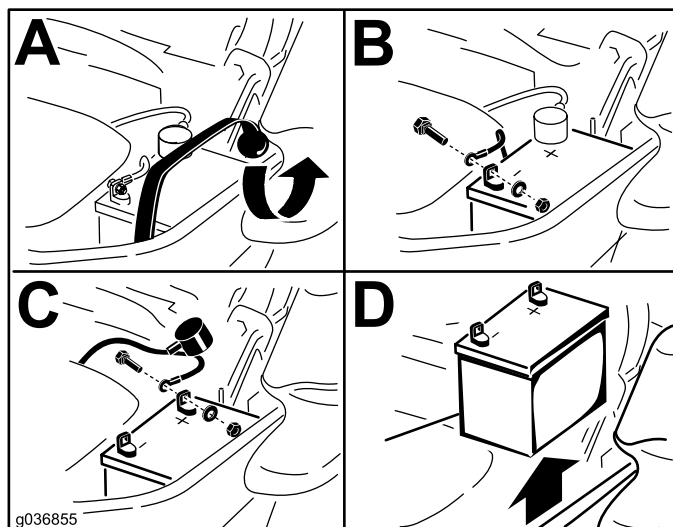

Figura 50
3. Retire la batería según se muestra en la Figura 50.
4. Fije los cables con 2 pernos, 2 arandelas, y 2 contratuercas (Figura 50).
6. Fije la batería con la correa de goma (Figura 50).
1. Coloque la batería en la bandeja, con los bornes frente al depósito de aceite hidráulico (Figura 50).